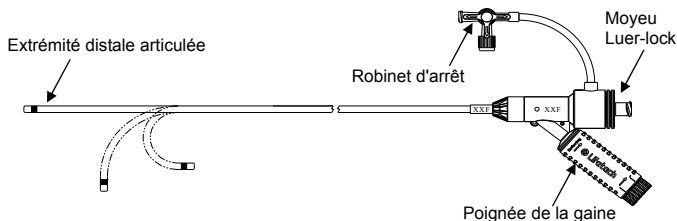
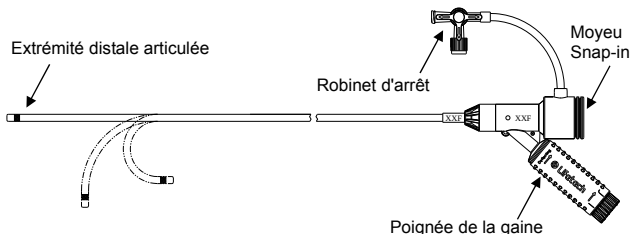

Fig.1 Introducteur guide (série 800)
Fig.2 Introducteur guide (séries 550/700/900)
- 1) Gaine articulée (Fig.1 et Fig.2)